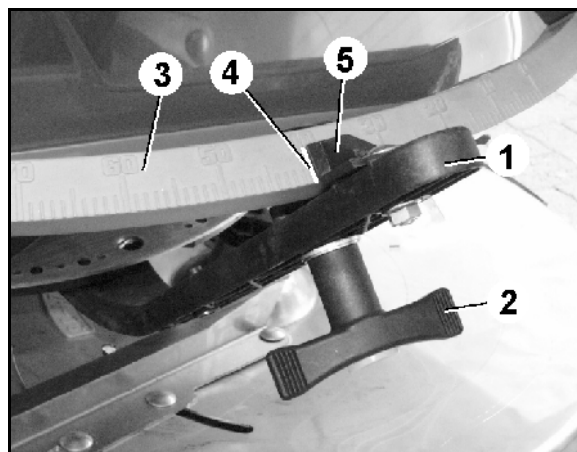

Fig. 81
În acest caz, reglarea cantității se efectuează, conform tabelului cu date pentru împrăștiere, cu ajutorul pârghiilor de reglare (Fig. 81/1).
2. Slăbiți șurubul-fluture (Fig. 81/2).
3. Căutați pe scală poziția necesară a vanelor glisante) (Fig. 81/3).
4. Poziționați muchia de citire (Fig. 81/4) a acului indicator al pârgiei de reglare (Fig. 81/5) pe valoarea de pe scală.
6. Strângeți din nou ferm șurubul-fluture (Fig. 81/2).